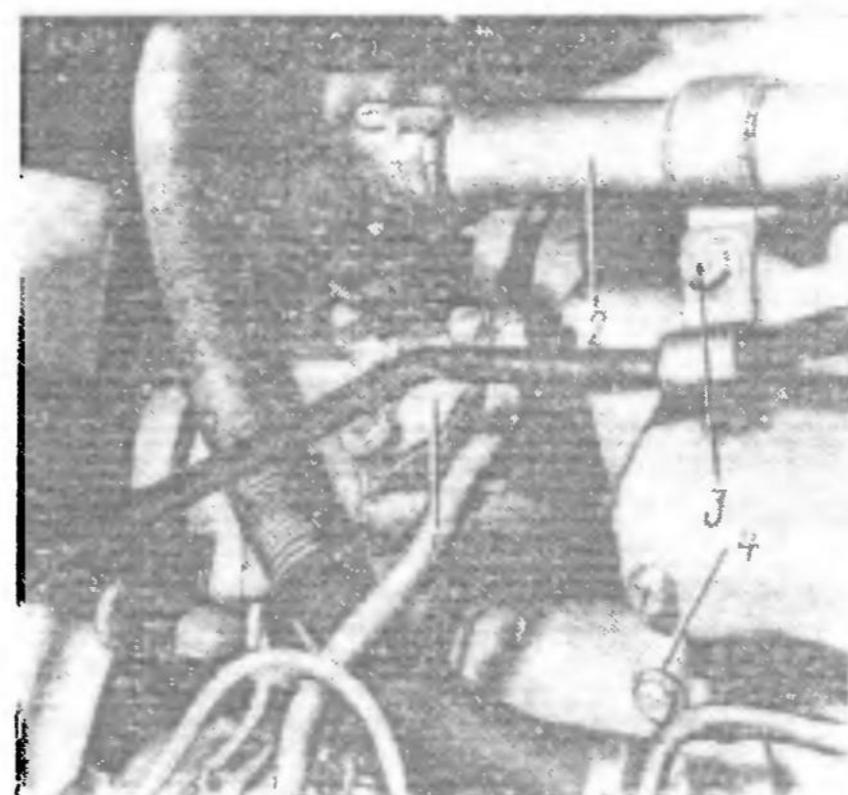

Рис. 29. Установка водонепропускной трубы.
6. Отверните гайку 3 (рис. 29) хомута водоперепускной трубы 2, ослабьте хомут и отсоедините водоперепускную трубу от патрубка коробки 1 терmostатов	Ключ 13 мм, отвертка
28. Наденьте соединительный шланг водонепропускной трубы 2 (см. рис. 29) на патрубок коробки 1 терmostатов, закрепите хомутом, который присоедините к впускному коллектору 4 гайкой 3 с пружинной шайбой	Ключ 22 мм